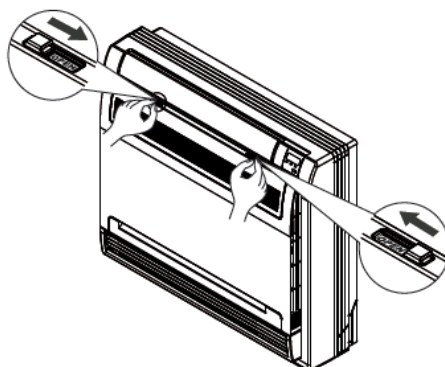

Fig. 7-1
- Glisați cele două opritoare pe partea stângă și dreaptă spre interior până se aude un sunet de clic. (Consultați Fig. 7-1)